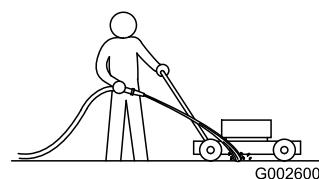

Рисунок 15
3. При работающем двигателе и включенном ноже направьте струю воды перед **правым** задним колесом (Рисунок 15).